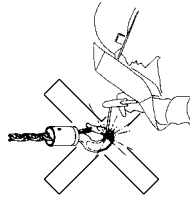

Fig. 3
- Lassen aan haken en lastketting is verboden. De lastketting mag niet als aarde bij laswerksamheden worden gebruikt (Fig. 3).